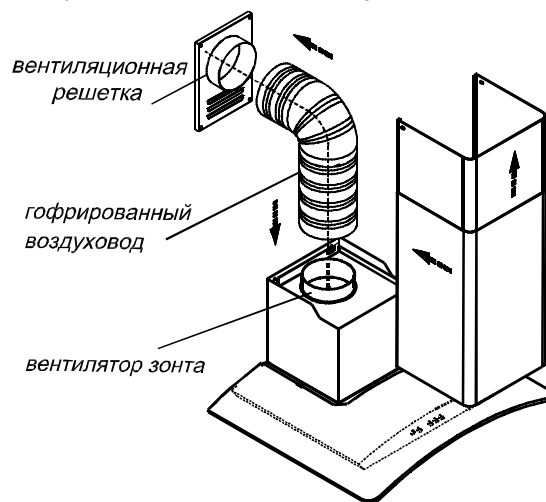
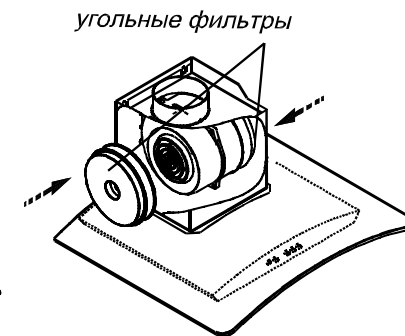
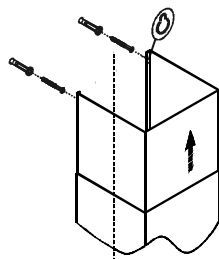

РИС. 8
РИС. 9
РИС. 5
6.5 В зависимости от режима эксплуатации зонта соедините вентилятор с вентиляционной решеткой полужестким гофрированным воздуховодом (рис. 8) или установите на вентилятор **угольные фильтры** \* (рис. 9).
6.6 Для зонтов “Аметист”, “Аквамарин”, “Алмаз 90”, “Кристалл 90”, “Топаз 90”. Установите фальштрубы (рис. 8).
Установите фальштрубы (рис. 8). Выдвиньте верхнюю фальштрубу и навесьте ее на ввернутые шурупы через отверстие типа “замочная скважина” (рис. 5).
- будьте осторожны при установке фальштруб (рис.8), не повредите поверхности из нержавеющей стали. Их легко поцарапать.
6.3 Крепление верхней фальштрубы для зонтов “Кристалл-50,60”, “Лазурит 60”, “Топаз-50,60”, (рис.5) :